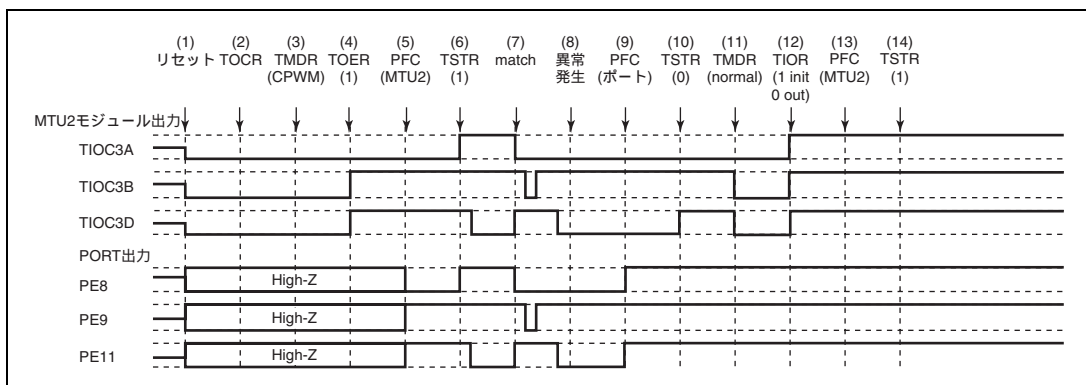

図 10.155 相補 PWM モードで異常が発生し、ノーマルモードで復帰する場合
相補 PWM モードで異常が発生し、再設定後ノーマルモードで再スタートする場合の説明図を図 10.155 に示します。
- (1) ~ (10) は図 10.155 と共通です。
- (11) PWM モード 1 を設定してください (MTU2 出力はローレベルとなります)。
- (12) TIOR で端子を初期化してください (PWM モード 1 では TIOC*B 側は初期化されません)。
- (13) PFC で MTU2 出力としてください。
- (14) TSTR で再スタートします。
- (11) PFC で MTU2 出力としてください。
- (12) TSTR で再スタートします。
- (13) コンペアマッチの発生により相補 PWM 波形を出力します。
(1) ~ (10) は図 10.155 と共通です。
(11) ノーマルモードを設定し新しい設定値を設定してください (MTU2 出力はローレベルとなります)。
(12) TOER でチャンネル 3、4 の出力を禁止してください。
(13) TOCR で相補 PWM モードの出力レベルと周期出力の許可禁止を選択してください。
(14) 相補 PWM を設定します。
(15) TOER でチャンネル 3、4 の出力を許可してください。
(16) PFC で MTU2 出力としてください。
(17) TSTR で再スタートします。
- (11) ノーマルモードを設定してください (MTU2 出力はローレベルとなります)。
- (12) TOER でチャンネル 3、4 の出力を禁止してください。
- (13) TOCR でリセット同期 PWM モードの出力レベルと周期出力の許可禁止を選択してください。
- (14) リセット同期 PWM を設定します。
- (15) TOER でチャンネル 3、4 の出力を許可してください。
- (16) PFC で MTU2 出力としてください。
- (17) TSTR で再スタートします。